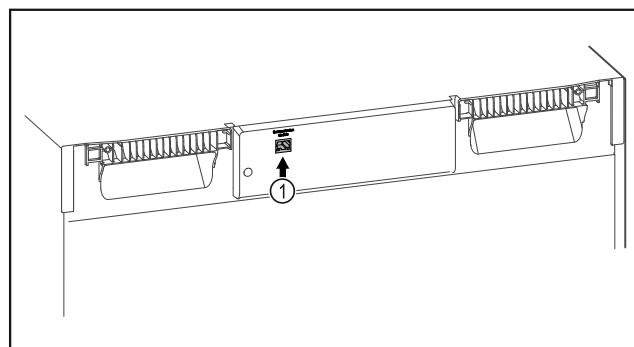

Fig. 124
- ❑ Το SmartModule Fig. 124 (1) είναι τοποθετημένο.